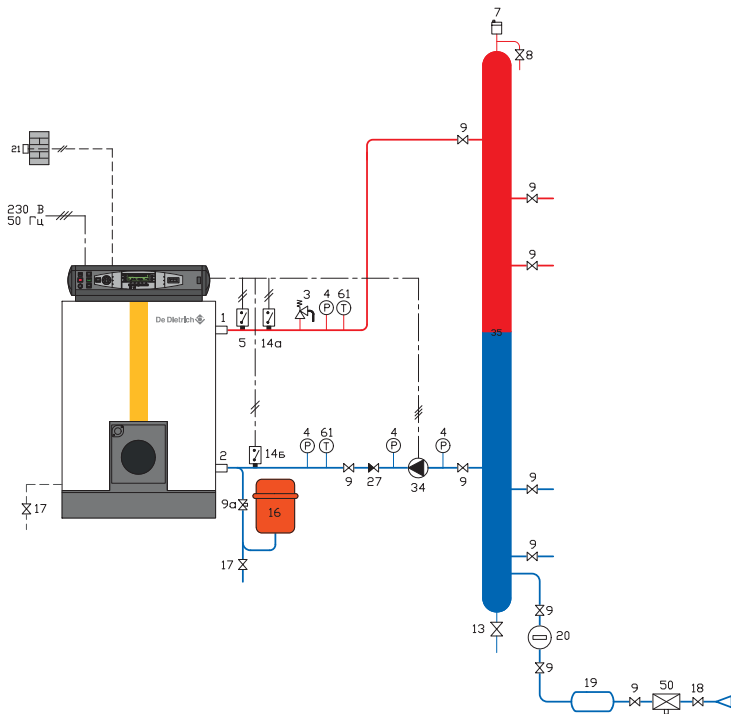

Рисунок 14.
2. Подпитка отопительной установки в термогидравлический распределитель (или гидравлический разделитель) (рисунок 14)